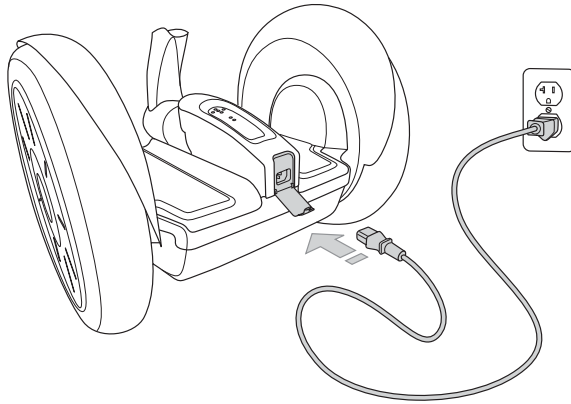

Abbildung 21. Einstecken des Stromkabels in die Ladebuchse
4. Stecken Sie das eine Ende des mitgelieferten Stromkabels in eine geerdete Steckdose (100 V~ bis 240 V~; 50 Hz oder 60 Hz). Das Stromkabel muss ordnungsgemäß geerdet sein (siehe **Abbildung 21**).